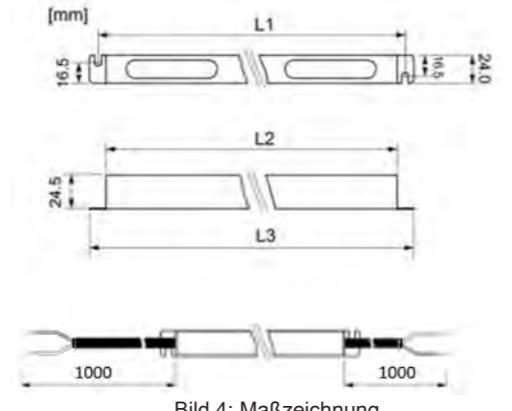

Bild 4: Maßzeichnung
- In der Nut Bohrungen für die Befestigung der Lichteinsätze vorbereiten. Für den Abstand der Bohrungen Maßzeichnung beachten (Bild 4).